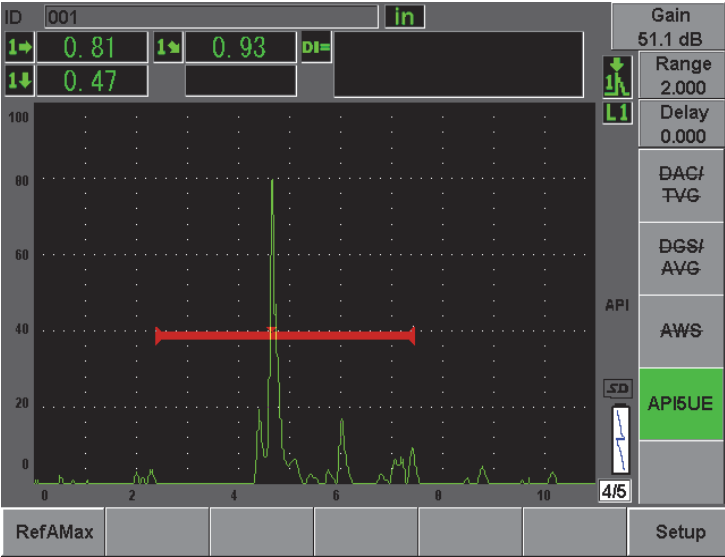

图 12-25 存储 $A_{\max}$ （最大波幅）点
5. 按 **[P1] RefAMax**，存储 $A_{\max}$ （最大波幅）点，然后按 **[P1]** 确认（参见第 259 页的图 12-25）。